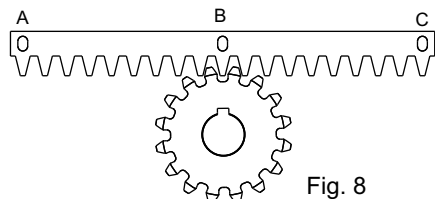
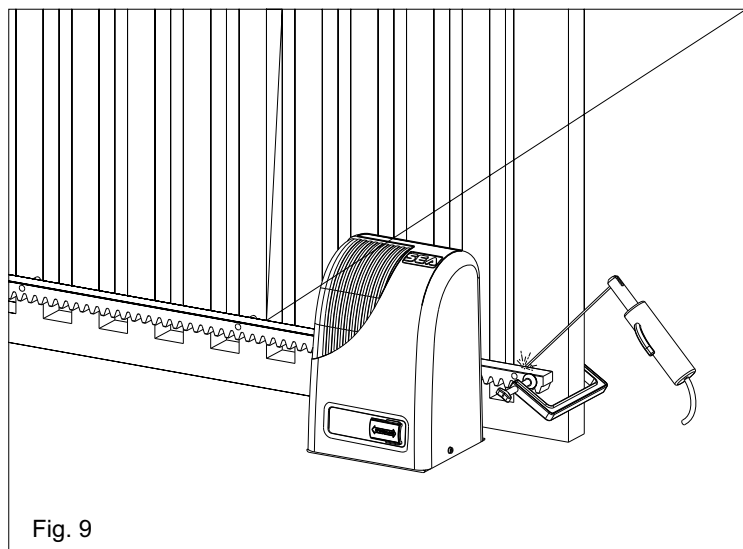

Fig. 8
Fig. 9
5.3. appoggiare l'elemento di cremagliera al pignone dentato del motoriduttore in modo che risulti parallela alla guida a pavimento del cancello e posizionandolo come in Fig. 8 e puntare con elettrosaldatura il nottolino centrale B alla struttura del cancello (Fig. 9). Spostare manualmente il cancello fino a portare il nottolino C in corrispondenza del pignone, quindi puntare con elettrosaldatura. Effettuare la stessa operazione per il nottolino A dopo averlo portato in corrispondenza del pignone;